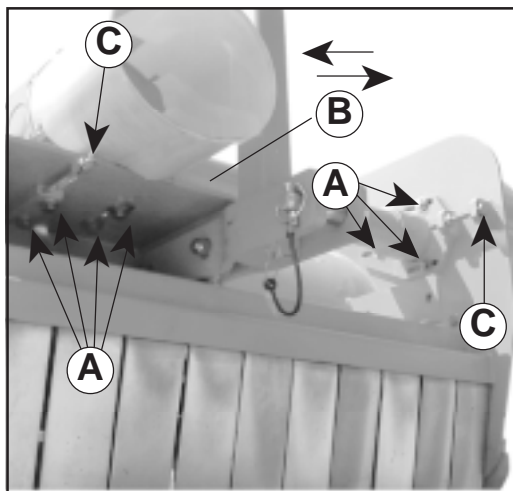

Fig. 14
- Loosen the bolts that fix the overdrive to the structure (A Fig. 14).
- Work on the two adjuster screws (C Fig. 14) in order to correctly tighten the belts.
- Die Schrauben lockern, die das Übersetzungsgetriebe an den Stahlteilen befestigen (A Abb. 14).
- Die beiden Schrauben der Einstellvorrichtung (C, Abb. 14) so einstellen, daß die Riemen korrekt gespannt werden.
- Desserrer les vis qui fixent le multiplificateur à la charpente (A Fig. 14).
- Agir sur les deux vis de réglage (C fig. 14) en faisant en sorte que les courroies atteignent la tension souhaitée ;
- Aflojar los tornillos que fijan el multiplicador al armazón (A Fig. 14)
- Con los dos tornillos de regulación (C fig. 14), tensar correctamente las correas.